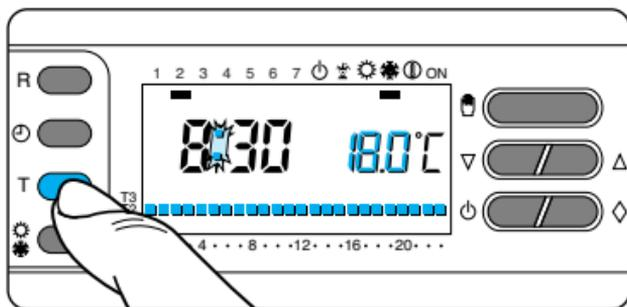

Fig. 37
6.5 -Premere il pulsante T per confermare il valore della temperatura visualizzata sul display e per passare al livello di temperatura successivo (fig. 37).
lizzata sul display e per passare al livello di temperatura successivo (fig. 37).